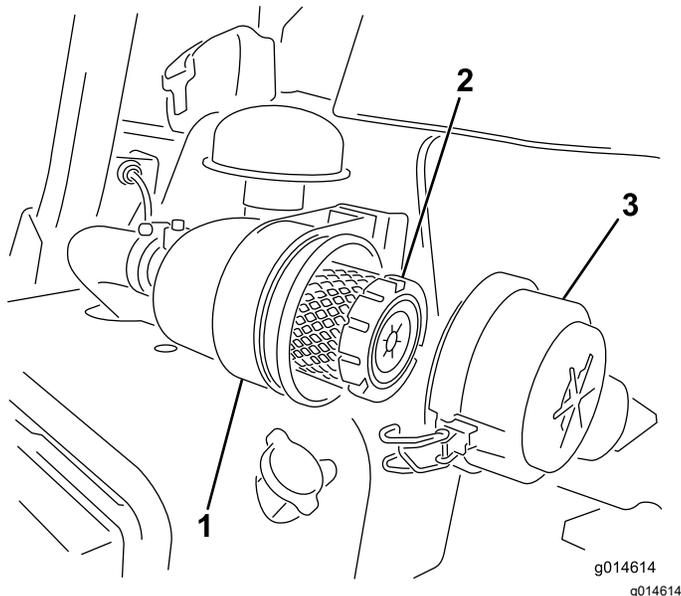

Figura 28
1. Liberte os trincos que fixam a cobertura do filtro de ar ao respetivo corpo (Figura 28).
7. Prenda os trincos (Figura 28).